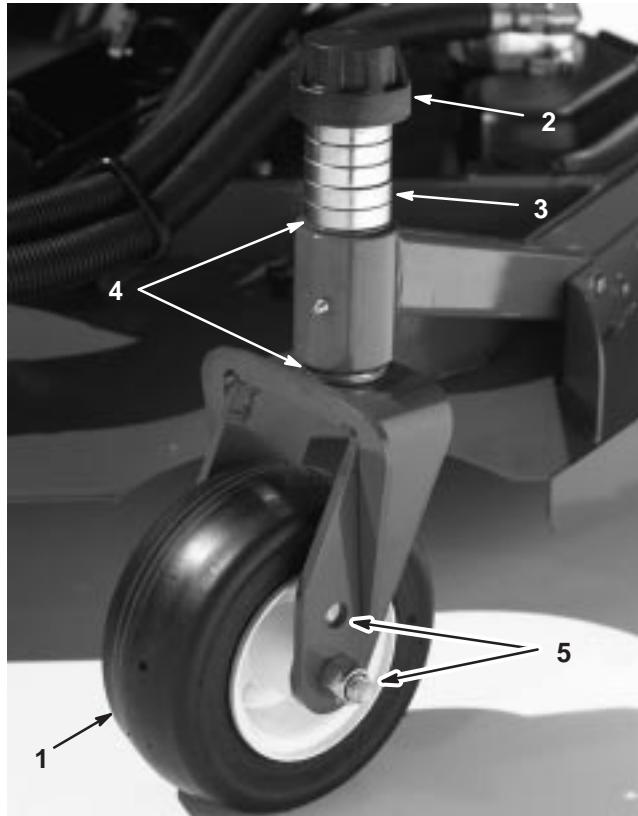
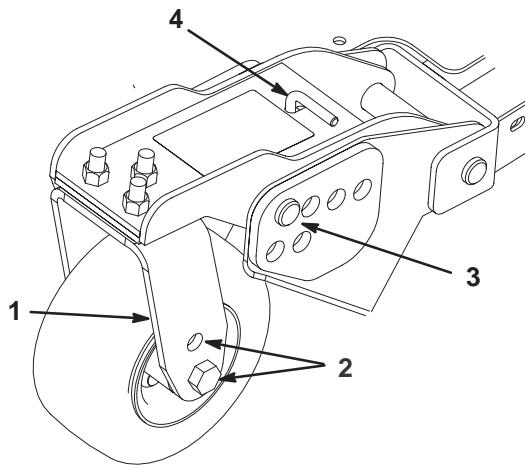
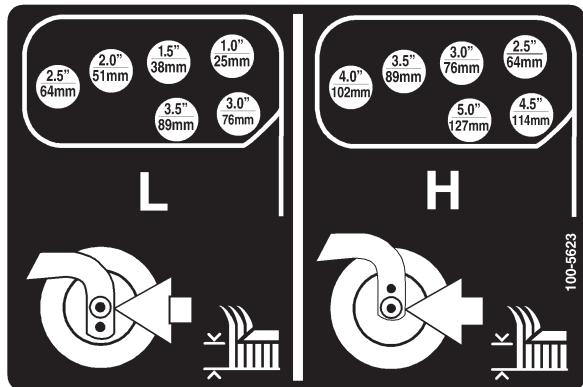

Figure 14
Figure 16
Figure 17
2. Placez les essieux des roues pivotantes dans les mêmes trous sur toutes les chapes (Fig. 14 et Fig. 16). Pour choisir les trous corrects pour la hauteur de coupe requise, reportez-vous au tableau suivant.
1. Placez les essieux des roues pivotantes dans les mêmes trous sur toutes les chapes (Fig. 14 et Fig. 16). Pour choisir les trous corrects pour la hauteur de coupe requise, reportez-vous au tableau suivant.
2. Enlevez le chapeau de tension de l'axe de pivot (Fig. 14) et sortez l'axe du bras pivotant. Replacez les deux cales (3 mm) sur l'axe de pivot comme à l'origine. Elles sont requises pour que les plateaux de coupe soient parfaitement de niveau sur toute la largeur. Placez le nombre requis d'entretoises de 13 mm sur l'axe de pivot pour obtenir la hauteur de coupe voulue, puis ajoutez la rondelle.
4. Enlevez la goupille fendue et les axes de chape des bras pivotants (Fig. 16).
5. Tournez la tige de tension pour éléver ou abaisser le bras de pivot jusqu'à ce que les trous soient en face de ceux du support de hauteur de coupe sélectionné dans le bâti du plateau de coupe (Fig. 16 et Fig. 17).